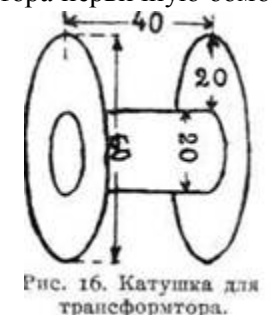

Рис. 16. Катушка для трансформатора.
7. Трансформаторы усилителя. — Междуламповые трансформаторы низкой частоты можно сделать следующим образом: на катушку из тонкого плотного картона („бристоль“), размеров, указанных на рис. 16, намотать для первого трансформатора первичную обмотку в 3000 витков проволоки 0,1 — 0,12 мм, изолированной шелком (марки ПШО) или лаком. Если берется лакированная (или покрытая эмалью) проволока, то нужно через каждые 500 витков проложить два слоя папиросной бумаги для уменьшения собственной внутренней емкости обмотки. Первичную обмотку изолировать двумя — тремя слоями плотной (№ 4) писчей бумаги и поверх этой изоляции намотать 15.000 витков той же проволоки. Второй трансформатор имеет 4.000 и 14.000 витков.